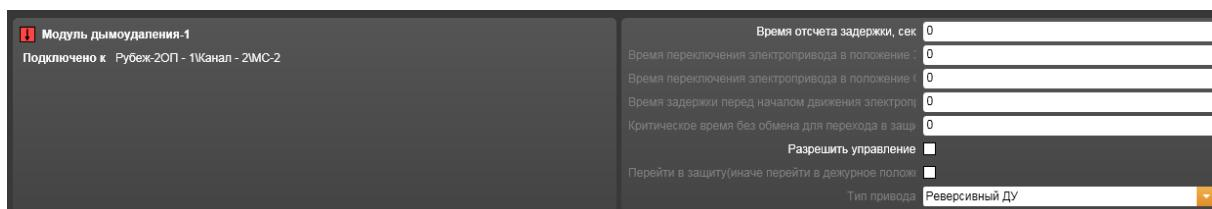

Рисунок 14.3.66 – Свойства адресного устройства МДУ-1
27) При выделенной в рабочей области строке адресного устройства МДУ-1 поле свойств устройства отображает (Рисунок 14.3.66):